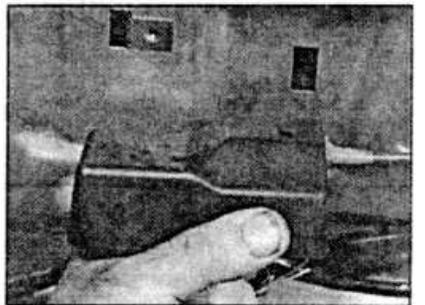

Рис. 11.32. Снятие внутреннего привода замка.
- Извлеките замок вместе с приводом внутреннего открывания двери через отверстие с внутренней стороны двери (см. рис. 11.32 - 11.34).